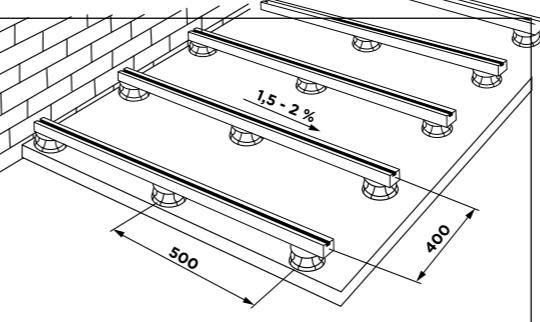

рис. 4
- на регулируемые винтовые опоры (рис. 4)